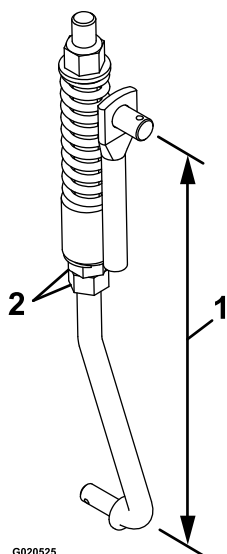

Figura 59
8. Reglaj lungimea conexiunii cu ajutorul celor 2 piulițe din partea inferioară a ansamblului vertical de arcuri (Figura 59).